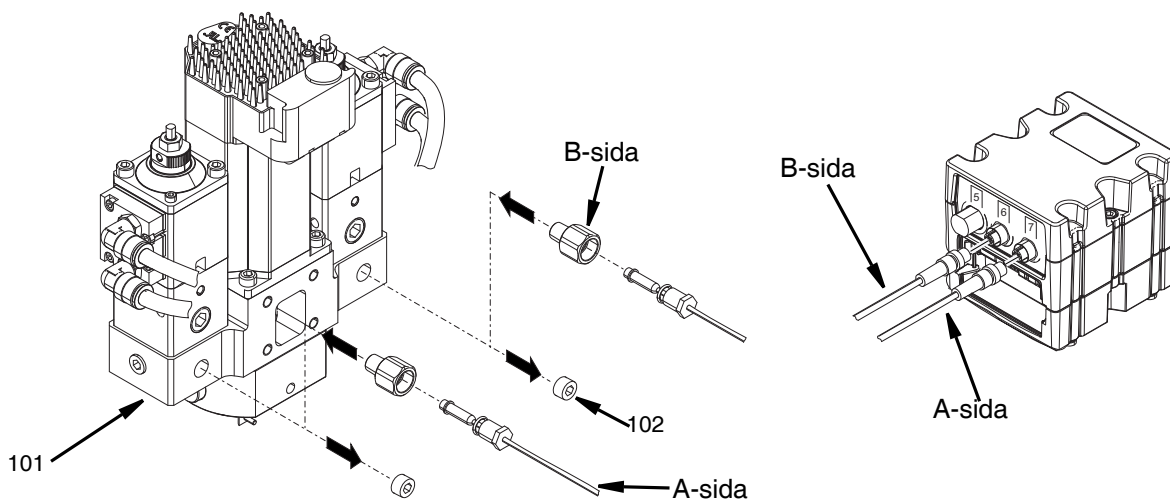

FIG. 40
- Ta bort 2 pluggar (102) från bashuset (101).
- Anslut B-sidotryckomvandlaren till port 6 på GCA-kubmodulen. Se FIG. 40.